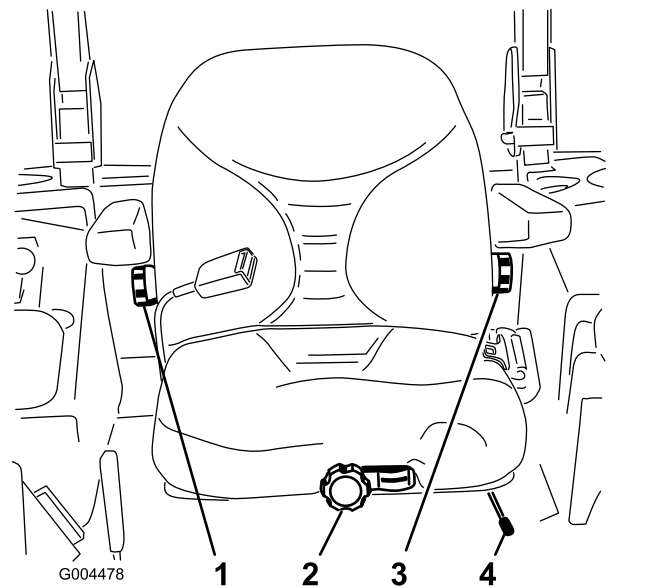

Рисунок 14
Не занимая сиденье, поворачивайте ручку регулировки положения сиденья в обоих направлениях, пока не будет достигнуто максимально комфортное положение (Рисунок 14).
1. Для выполнения регулировки передвиньте рычаг в поперечном направлении, чтобы разблокировать сиденье (Рисунок 14).
Для регулировки спинки сиденья поворачивайте ручку под правым подлокотником в обоих направлениях, пока не будет достигнуто максимально комфортное положение (Рисунок 14).
Для регулировки спинки сиденья поворачивайте ручку под левым подлокотником в обоих направлениях, пока не будет достигнуто максимально комфортное положение (Рисунок 14).